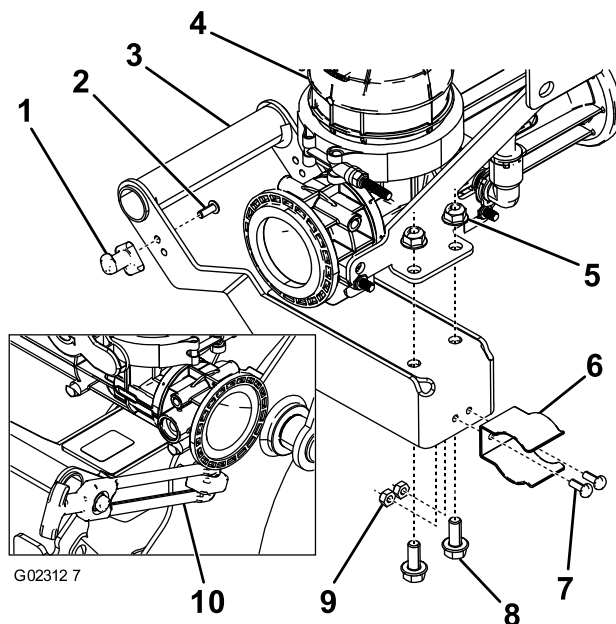

図 10
1. 六角ヘッドボルト (1本) を使って、ラッチポストをエダクタのハンドルに取り付ける (図 10)。
2. 六角ヘッドボルト (2本) を使って、ラッチハンドルをメインサポートフレームに取り付ける (図 10)。
3. 六角ヘッドボルト (2本) とフランジヘッドナットを使って、ハンドルをエダクタに取り付ける (図 10)。